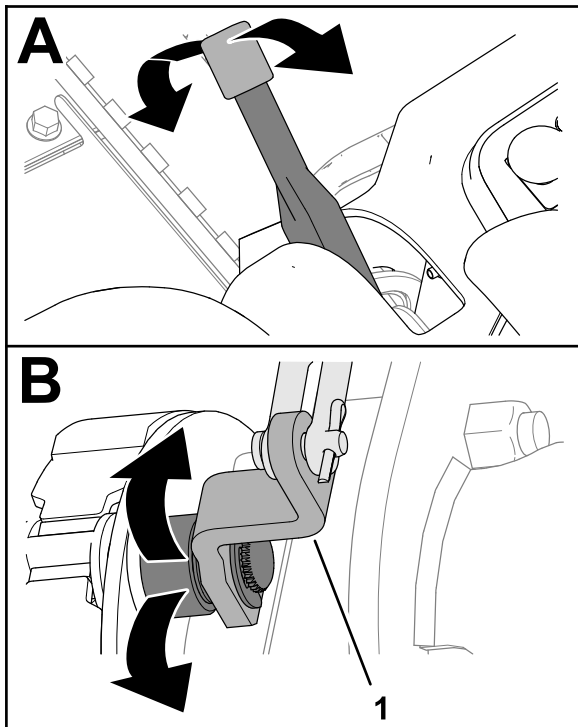

Figura 67
2. Mueva la palanca del freno de estacionamiento hacia arriba y hacia abajo para comprobar que la leva del freno se mueve libremente (Figura 67).